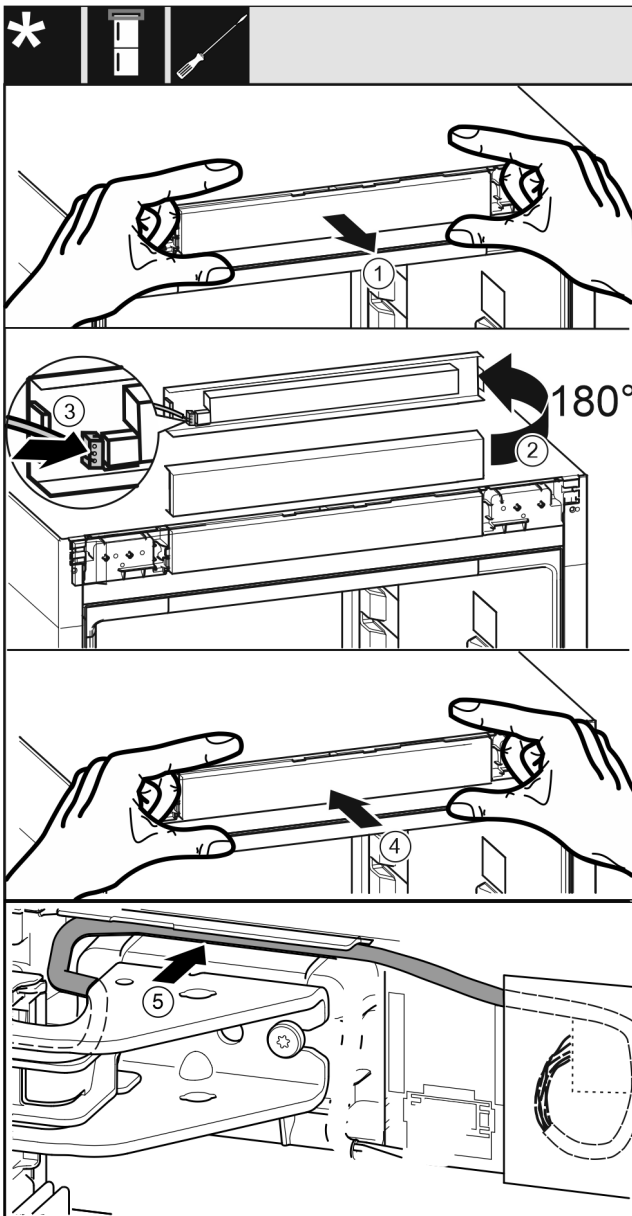

Fig. 62
- ▶ Opatrne vytiahnite obslužný kryt Fig. 62 (1).
- ▶ Otočte obslužný kryt Fig. 62 (2) o 180° nahor.
- ▶ Zaklapnite zástrčku Fig. 62 (3) na kryte obslužného dielu.
- ▶ Znova zaklapnite obslužný kryt Fig. 62 (4) na zariadení.
- ▶ Kábel Fig. 62 (5) opatrne položte do vedenia nad hornou ložiskovou konzolou.